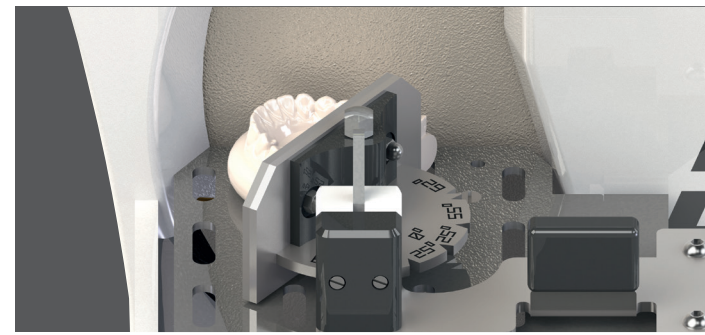

Abb. 16
- Das Unterkiefermodell wird, wie vorher der Oberkiefer, im Seitenbereich beschliffen. Jedoch muss der Winkelanschlag auf die Stellung 55° eingestellt werden, da die Sockel nach Begg beschliffen werden (Abb. 16).